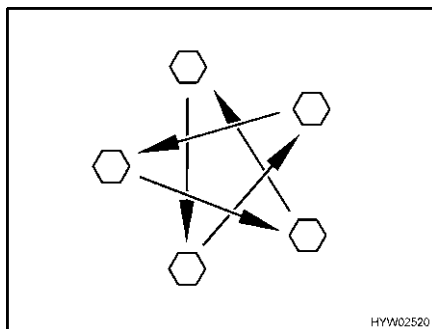

Fig. 119 Serrare a croce i dadi o i bulloni delle ruote
- Controllare regolarmente il serraggio dei dadi o dei bulloni. Regolare a croce (Fig. 119) il serraggio dei dadi o dei bulloni di una ruota sostituita dopo circa 50 km.
- ▷ Serrare a croce i dadi o i bulloni delle ruote (Fig. 119).